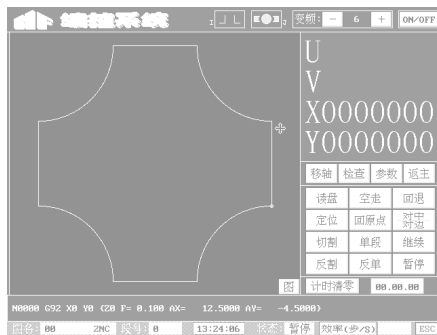

图 6-7 工作监控
(7) 当上述工作准备好以后，单击“切割”，此时就进入加工状态，如图 6-7 所示。